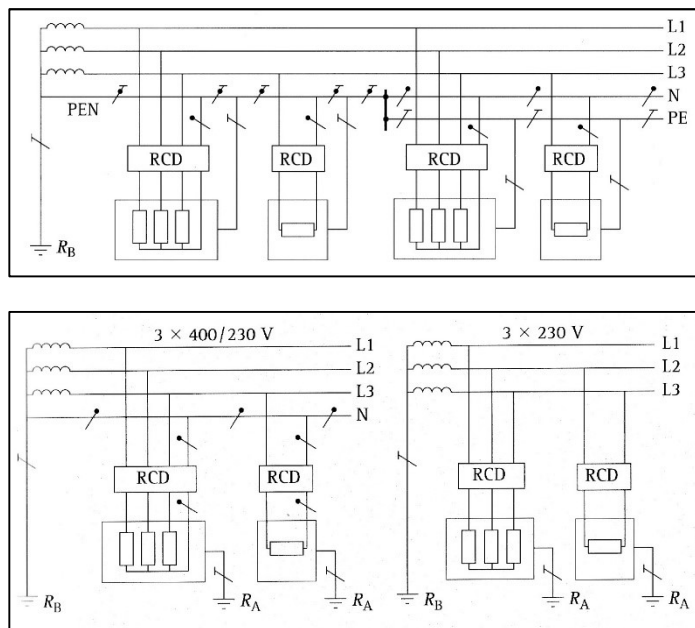

Abbildung 7 [1]: Prinzip der Fehlerschutzvorkehrung „automatische Abschaltung im Fehlerfall“
- automatische Abschaltung im Fehlerfall (Abbildung 7);